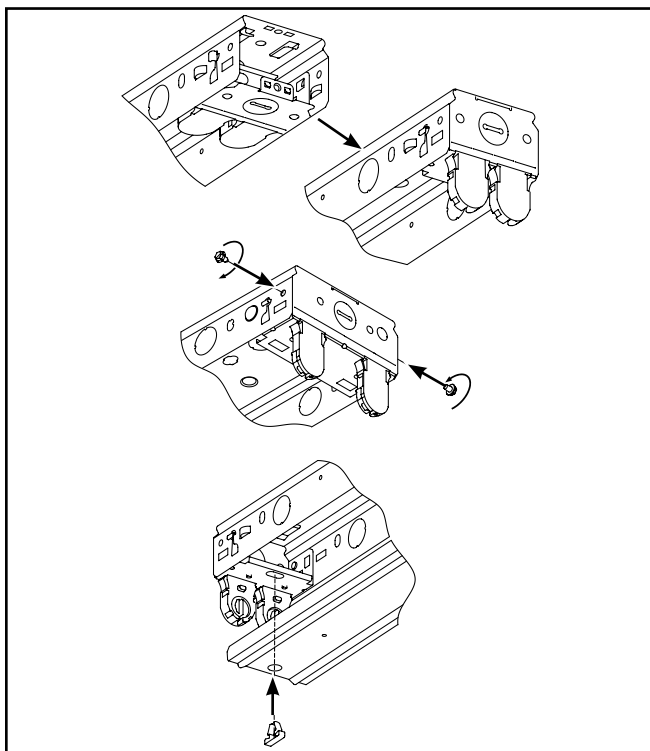

Figure 1.
1. Retournez le rail pour douilles pour le mettre en place (Figure 1.).